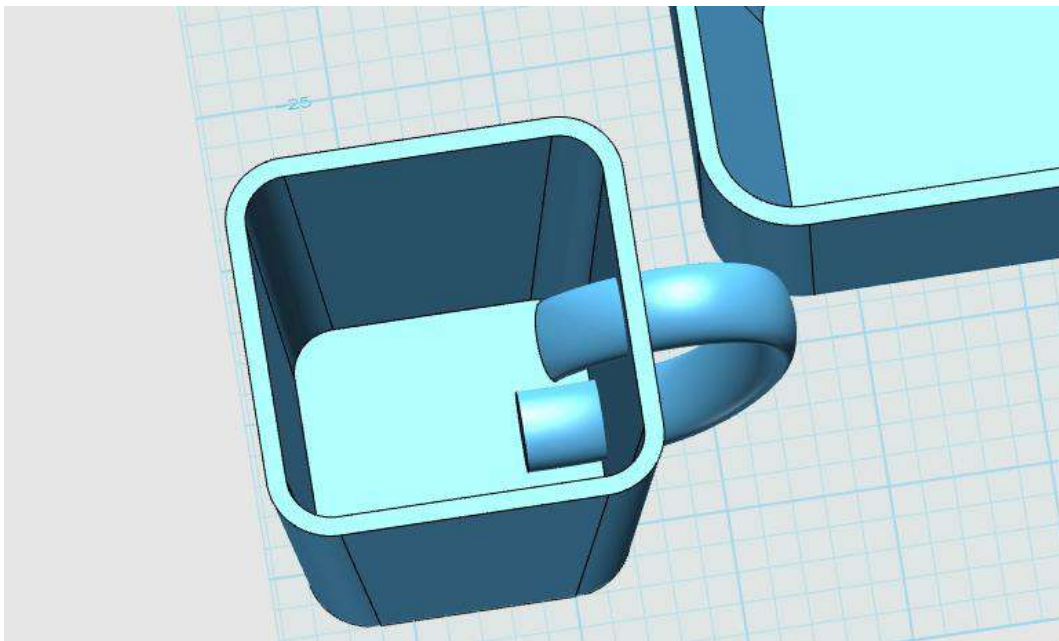

图 2-7
Step 7 点击确定，完成扫掠操作，如下图 2-7 所示：